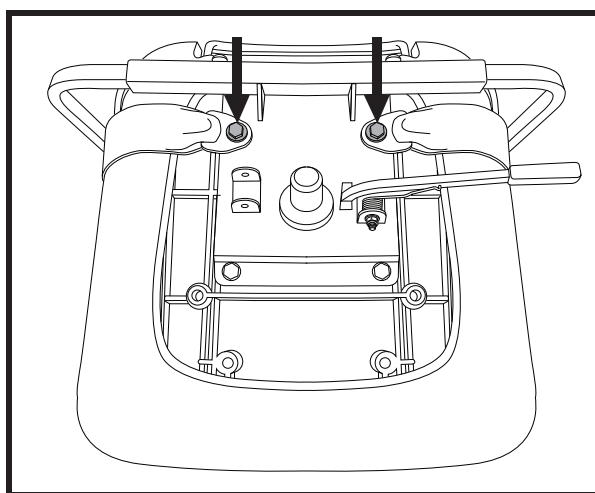

Figura 21. Bulloni per cinture di sicurezza
La seduta del miniscooter può essere dotata di cinture di sicurezza regolabili per maggiore comodità. Vedere figura 21. La cintura di sicurezza è stata progettata per garantire un maggiore supporto all'utente ed evitare che scivoli in avanti o indietro sulla seduta. La cintura di posizionamento non è concepita come dispositivo di contenimento.
2. Posizionare la seduta a testa in giù per poter lavorare sulla base della seduta. Vedere figura 21.